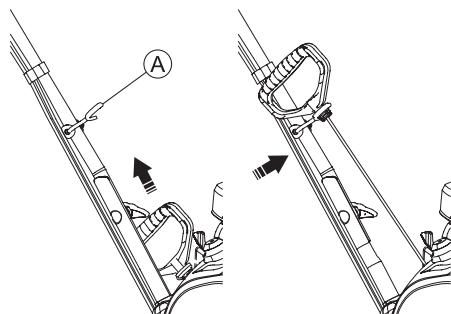

Рис. 5
- Зафиксируйте рукоятку стартера на кольце (Рис. 5).